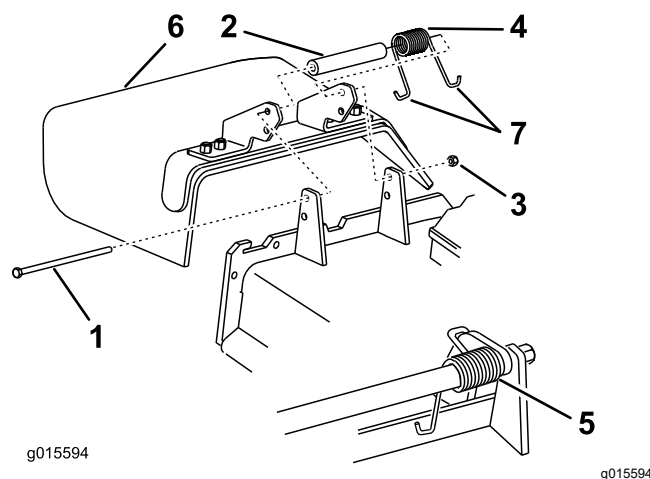

Figure 89
1. Retirez le contre-écrou, le boulon, le ressort et l'entretoise qui fixent le déflecteur aux supports de pivot (Figure 89).
2. Enlevez le déflecteur s'il est endommagé ou usé (Figure 89).
**Remarque:** Prenez soin de placer 1 extrémité en J du ressort derrière le bord du tablier avant de mettre le boulon en place, comme montré à la Figure 89.
6. Accrochez l'extrémité en J du ressort au déflecteur d'herbe (Figure 89).